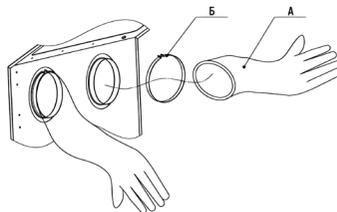

Рис. 1.
7. Закрепите перчатки (А) с помощью держателя для перчаток (Б) на передней панели, как показано на Рис. 1.